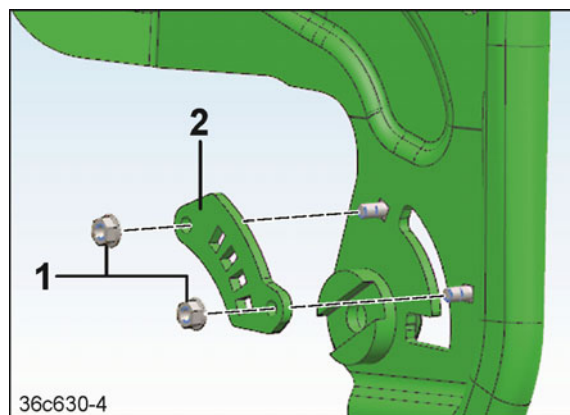

Fig. 309
4. Desfaceți cele 2 piulițe de siguranță M 8 (Fig. 309/1)
5. Înlocuiți grila (Fig. 309/2).
6. Aplicați cele 2 piulițe de siguranță M 8 (Fig. 309/1) și le strângeți fix